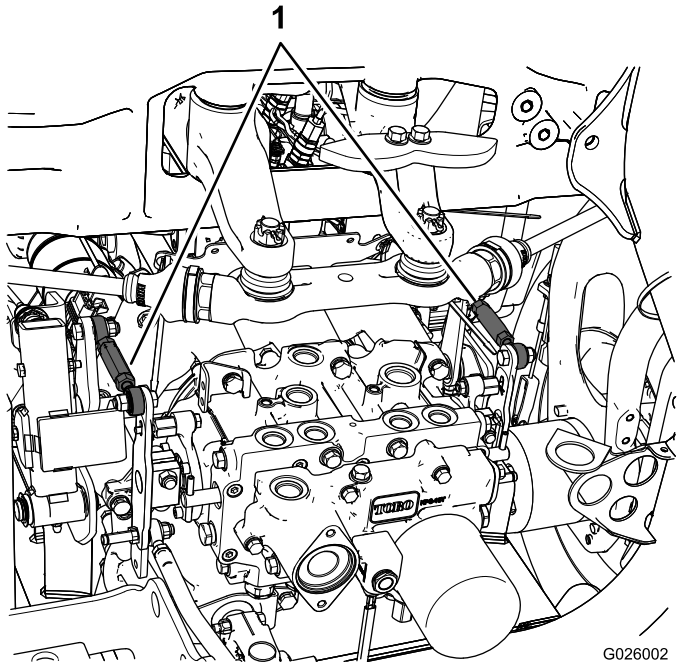

图46
- 如果左后轮胎正在旋转，请松开左侧传动控制杆上的锁紧螺母（图46）。